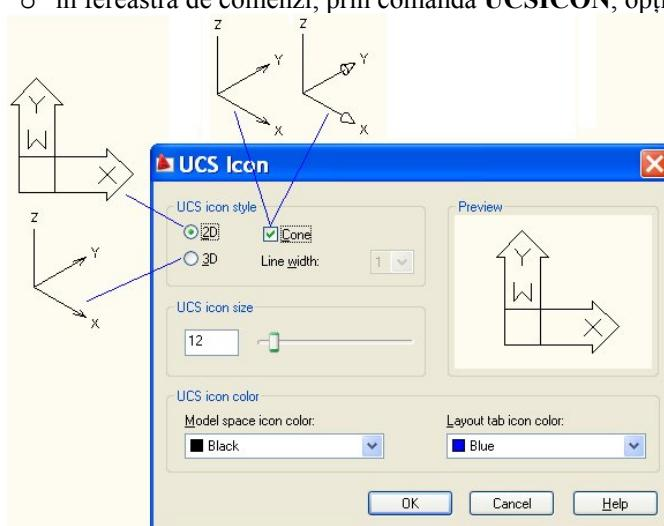

Figura 1.1.18
Sistemul de coordonate este reprezentat în zona grafică printr-un simbol (**icon**), care poate fi afişat sau nu, și ale cărui caracteristici (poziţie, locaţie şi culoare) pot fi setate prin intermediul ferestrei **UCS Icon**, figura 1.1.18, activată
- **Properties** - afișează fereastra **UCS Icon**, figura 1.1.18, pentru modificarea proprietăților simbolului.